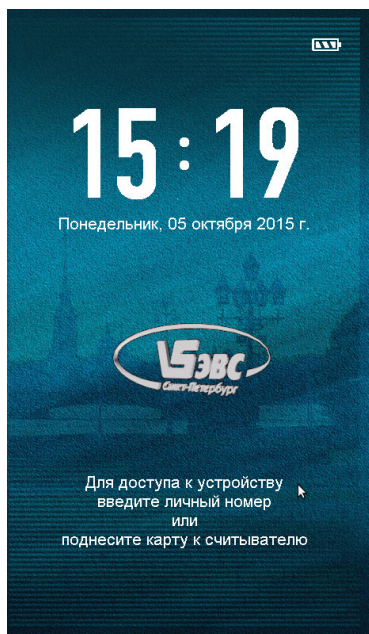

Рис. 4 Вид «заставки»
6.7. Подключить изделие к электросети. После инициализации (приблизительно через 30 секунд) на дисплее появится «заставка», содержащая логотип фирмы-производителя, текущую дату и время, установленные в изделии, приглашение к идентификации администратора и индикатор заряда аккумуляторной батареи (см. Рис. 4).
Изначально после подачи питания изделие находится в исходном состоянии (состояние ожидания) и на его сенсорном экране высвечивается «заставка» с приглашением к идентификации (см. Рис. 4).